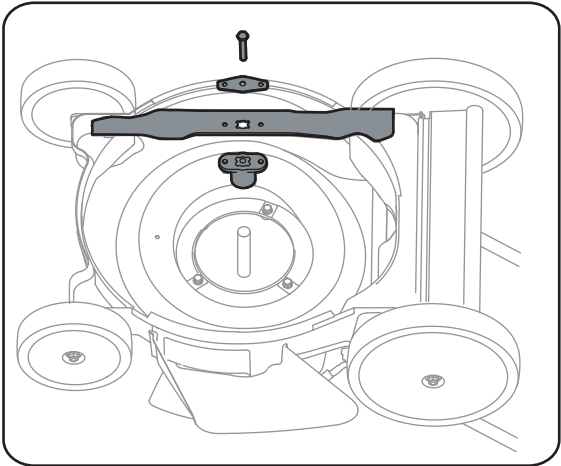

Figure 5-2
9. Placez l'adaptateur de la lame sur le vilebrequin, «l'étoile» à l'opposé du moteur. Voir la Figure 5-2. Placez la lame, le côté sur lequel la mention
3. Enlevez le boulon et le support de la lame qui maintiennent la lame et l'adaptateur sur le vilebrequin. Voir la Figure 5-2.